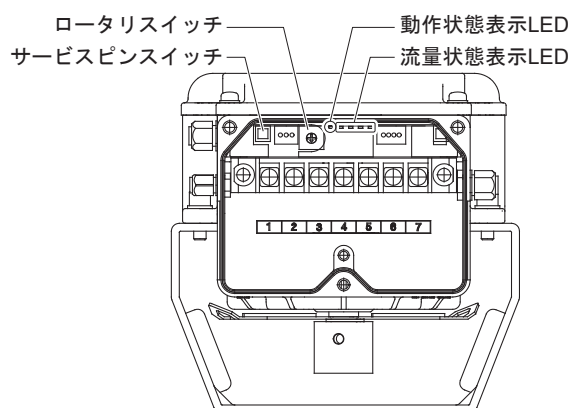

図19 設定用スイッチ
* 本製品におけるサービスピンスイッチとロータリスイッチの位置については、『図19 設定用スイッチ』を参照してください。
- (1) サービスピンスイッチを10秒以上長押しします。
- (2) 調整モードに入ります。
- (3) 目的の動作番号まで、ロータリスイッチを回します。